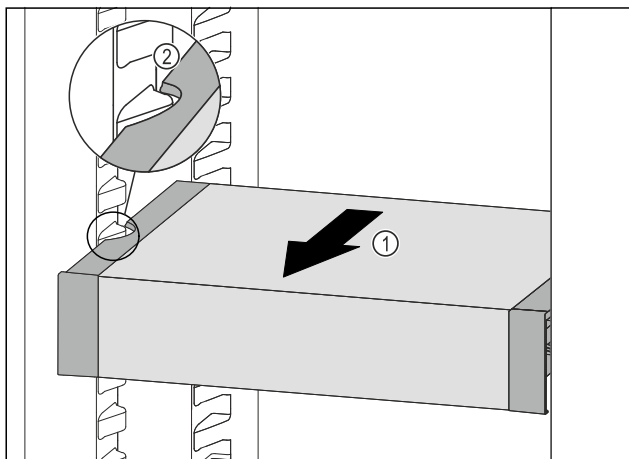

Fig. 97
- Tire del VarioSafe hacia delante Fig. 97 (1) hasta que los huecos laterales del VarioSafe se encuentren a la altura de la nervadura del recipiente en el compartimento del frigorífico. Fig. 97 (2)